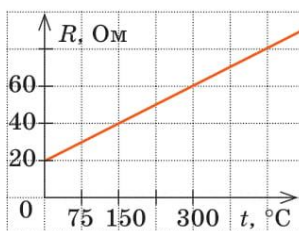

Рис. 2
3. На рис. 2 подано графік залежності опору металевого провідника від температури. Яким є температурний коефіцієнт опору цього металу? Яка сила струму в провіднику за температури $150\text{ }^\circ\text{C}$, якщо напруга на кінцях провідника 5 В ?